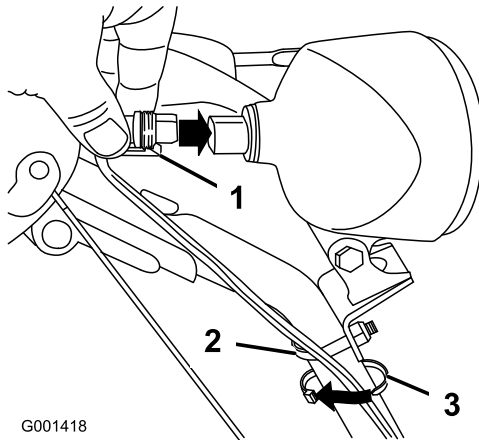

Figura 17
- Insira o conector do fio na extremidade solta do fio na parte de trás do farol até que fique preso no sítio (Figura 17).
**Nota:** Certifique-se de que o clipe de plástico no conector do fio está na parte inferior (Figura 17).
- Prenda uma abraçadeira de cabos (a partir do saco das peças soltas) em redor do fio e do manípulo a cerca de 2,5 cm abaixo da cavilha em U (Figura 17).